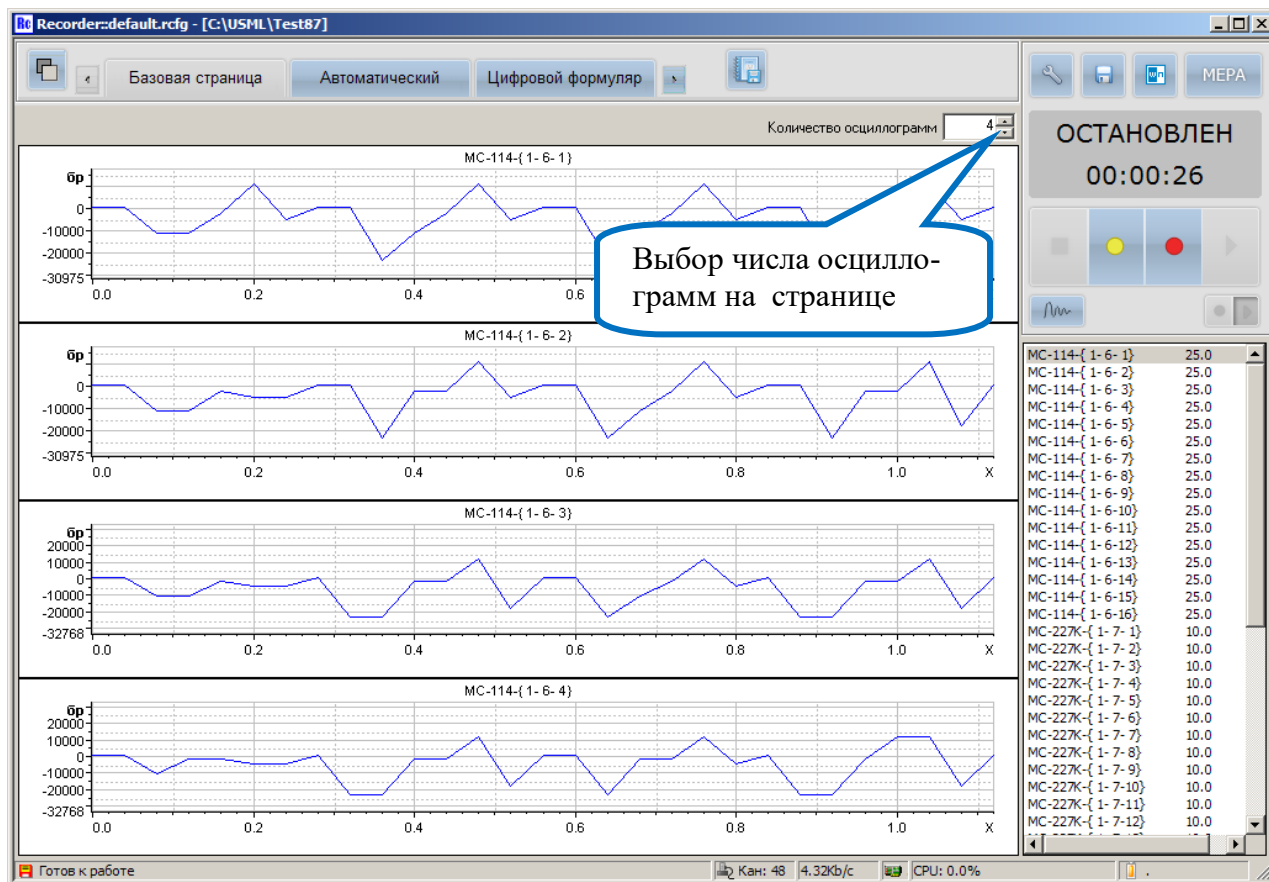

Рис. 6-8 Вид окна *Базовая страница*
- **Базовая страница** – формуляр отображения произвольного числа осциллограмм (число осциллограмм выбирается в верхней части формуляра (Рис. 6-8);